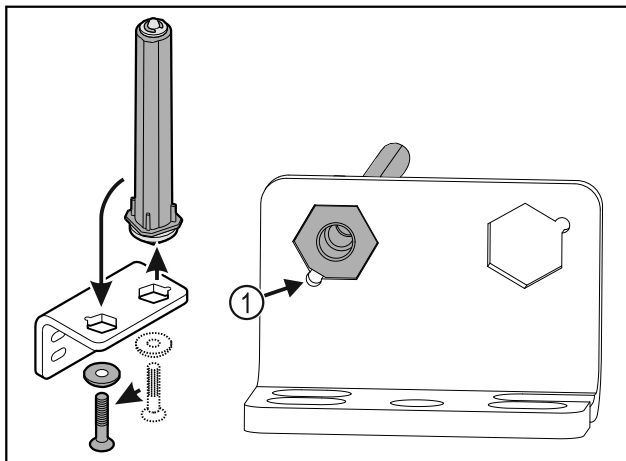

Fig. 36
- ▶ Verificare che durante l'inserimento lo smusso del perno Fig. 36 (1) sia rivolto verso il foro circolare.